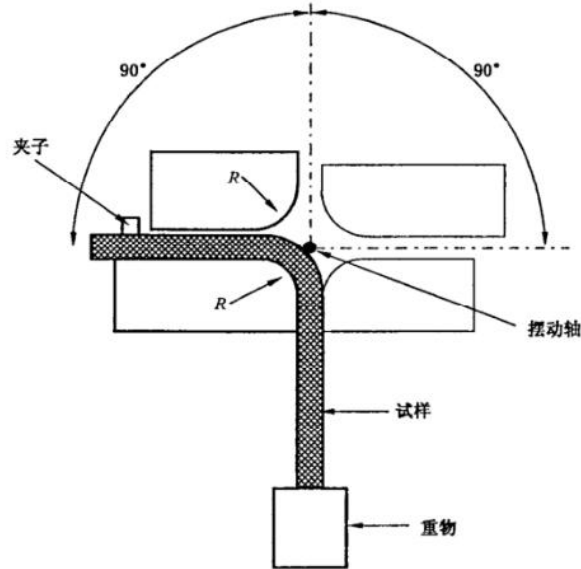
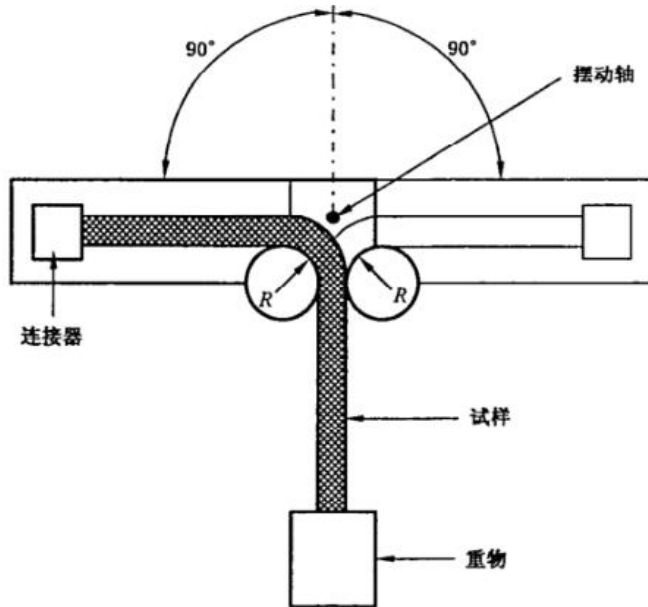

图 9 光缆的反复弯曲试验
图 10 光缆/连接器组件的反复弯曲试验
适用光缆试验的设备示例见图 9, 适用于光缆/连接器组件试验的设备示例见图 10。可使用其他等效的设备。
- 第 2 步：应把试样固定到如图 9 或图 10 所示的设备上；